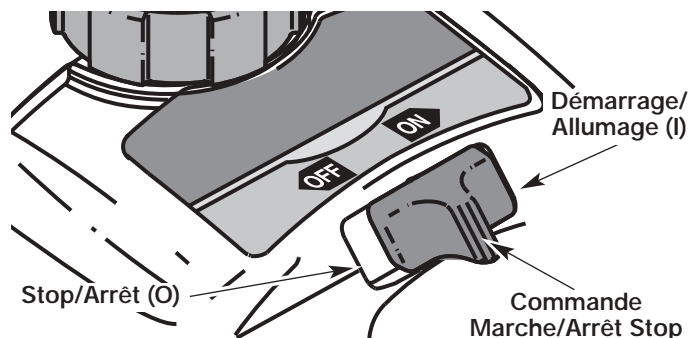
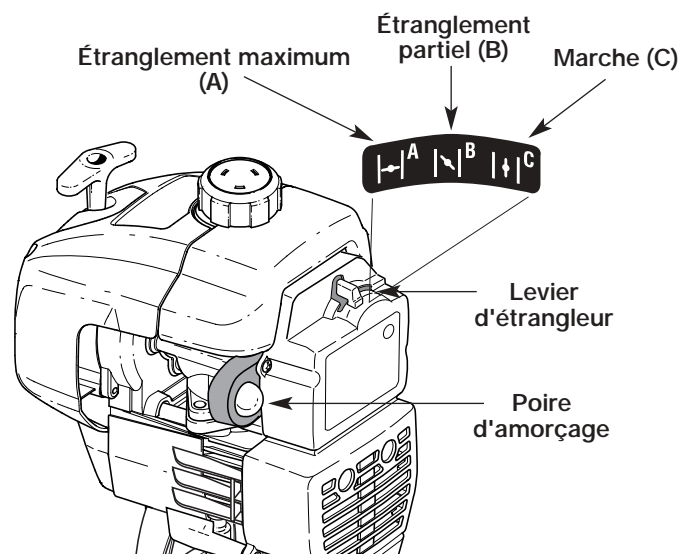

Fig. 6
Fig. 7
2. Mettez la commande Marche/Arrêt Stop en position **MARCHE (I)** (Fig. 6).
3. Enfoncez complètement la poire d'amorçage et relâchez-la lentement 10 fois de suite. Vous devriez voir du carburant dans la poire (Fig. 7). Si vous ne voyez rien, appuyez trois (3) fois de plus ou jusqu'à ce que le carburant apparaisse.
4. Mettez le levier d'étrangleur en position d'étranglement **MAXIMUM (A)** (Fig. 7).
6. Mettez le levier d'étrangleur en position d'étranglement **PARTIEL (B)** (Fig. 7).
REMARQUE: Si le moteur se noie durant le démarrage, placez le levier d'étrangleur en position **MARCHE (C)** (Fig. 7). Appuyez sur la manette des gaz. Tirez rapidement sur la corde de démarrage. Le moteur devrait démarrer après 3 à 8 coups.
9. Appuyez sur la manette des gaz de 5 à 10 secondes pour réchauffer le moteur. Mettez le levier d'étrangleur en position **MARCHE (C)** (Fig. 7).
REMARQUE: Il n'est pas nécessaire d'utiliser l'étrangleur pour démarrer un moteur chaud. Mettez la commande Marche/Arrêt Stop en position **MARCHE** (Fig. 6), puis démarrez en position d'étranglement **PARTIEL (B)** (Fig. 7). Après le démarrage, placez le levier d'étrangleur en position **MARCHE (C)** (Fig. 7).
2. Mettez la commande Marche/Arrêt Stop en position **ARRÊT (O)** (Fig. 6).